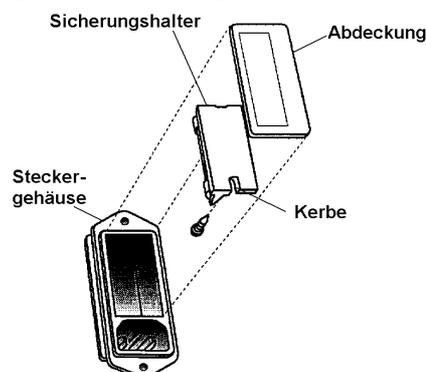

Bild 5-2: Entnahme der Sicherung aus dem Sicherungshalter
1. Setzen Sie einen kleinen Schraubenzieher an der in Bild 5-2 dargestellten Kerbe an und hebeln Sie den Deckel des Sicherungsfachs vorsichtig heraus.
4. Setzen Sie das Sicherungsfach gemäß Bild 5-2 wieder zusammen.